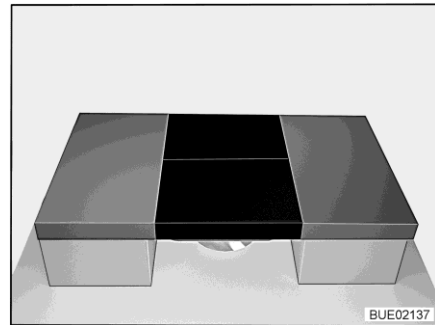

Fig. 165 Dopo la trasformazione
- Posizionare due cuscini aggiuntivi sul tavolo (vedi Fig. 165).